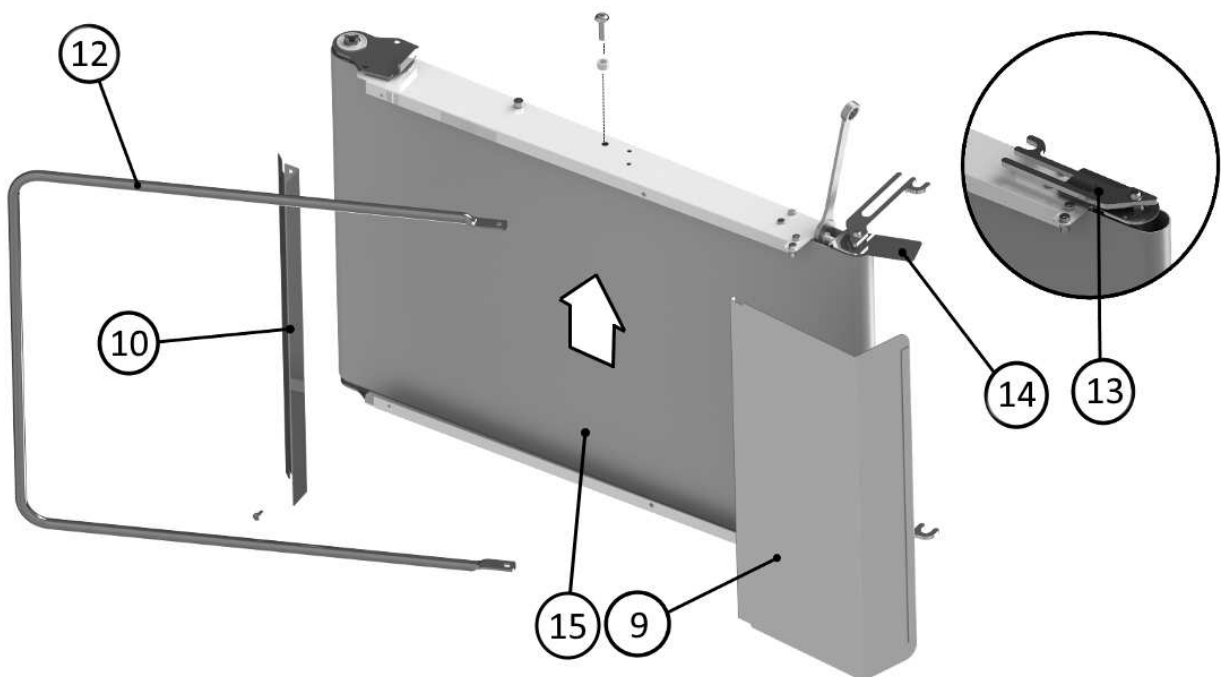

Рисунок 14
- Извлеките лоток для сбора теста из.9 и защитное устройство из.10 (Рисунок 14)
- Установите основу скалки из.13 и защитную пластину из.14 в позицию закрытия (см. Рисунок 14)